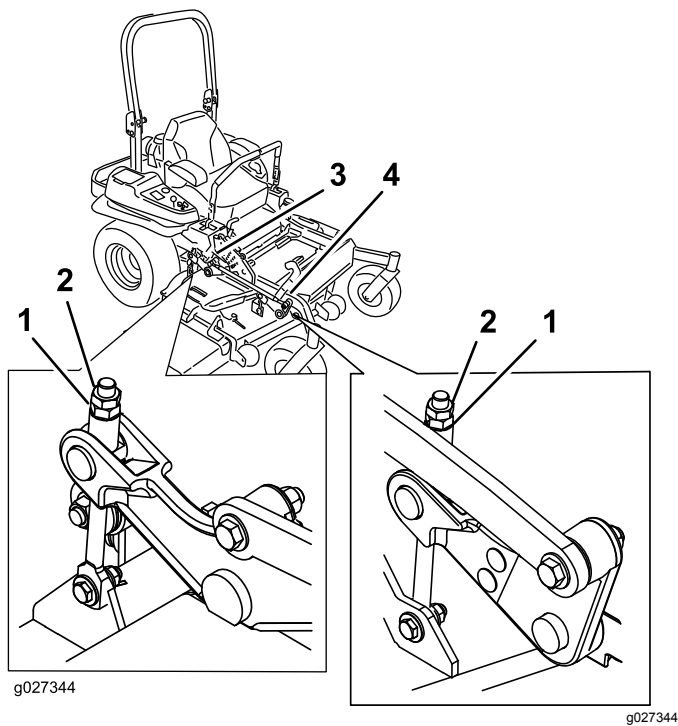

Figura 114
10. Afine a porca de ajuste no conjunto de elevação da plataforma frontal rodando-a (Figura 114).
16. Regule o ajuste girando para a altura de 8,3 cm (Figura 114).